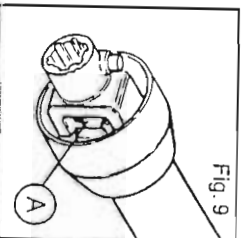

Fig. 9
3. Graisser les croisillons du cardan (fig. 9 - réf. A) par deux coups de pompe, contrôlant leur glissement.